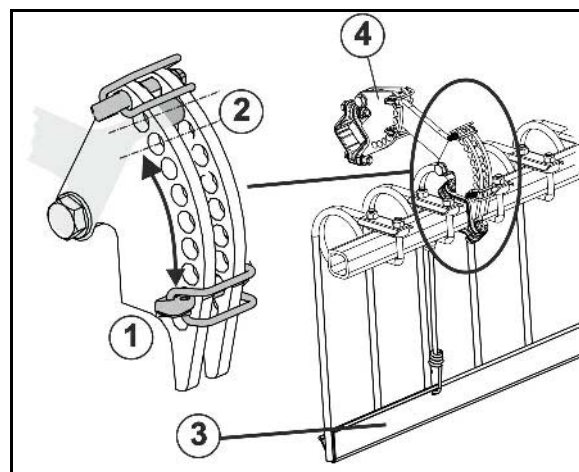

Рис. 51
- Catros-2: закрепите зубья при помощи фиксирующих пальцев (Рис. 51/1) в положении 2.